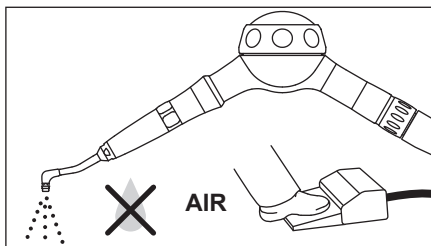

Fig. 12
- 2) Faites fonctionner l'appareil à vide, uniquement avec de l'air, pour évacuer l'eau et la poudre encore dans l'embout. (Fig. 12)